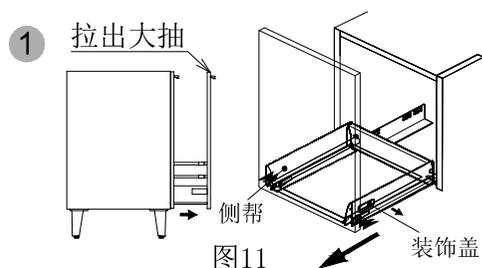

图11
①如图11所示, 拉出大抽屉, 取下装饰盖, 双手同时向上按侧帮槽内的安全卡扣, 向外一拉, 即可将大抽屉从滑轨上拆卸。